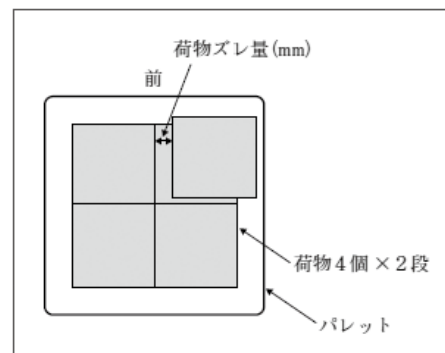

図4 荷物ズレ量の測定方法
(3) 再度直進走行へ戻した後、ゆっくり停止したときの荷物ズレ量を測定する。（図4）